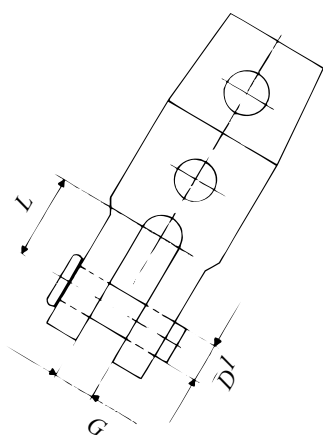

Fig. 9.2
1. Förstaget är försett med en kraftig vridstyv nedre toggel (se fig. 9.2). Denna monteras på förstagsfäste i däck. Toggeln kan monteras längskepps eller tvärskepps.